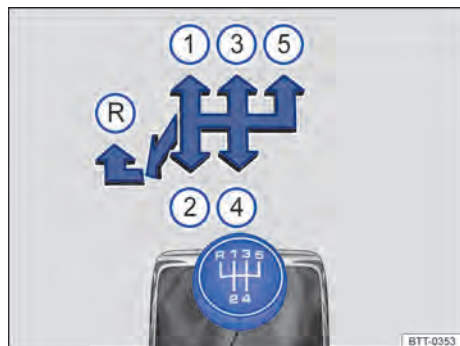

Fig. 81 Esquema de troca de marchas.
As posições de cada marcha estão representadas na alavanca de troca de marcha → Fig. 81.
- Empurrar a alavanca de troca de marcha totalmente para a esquerda e depois para frente até a posição da marcha a ré → Fig. 81 (R).